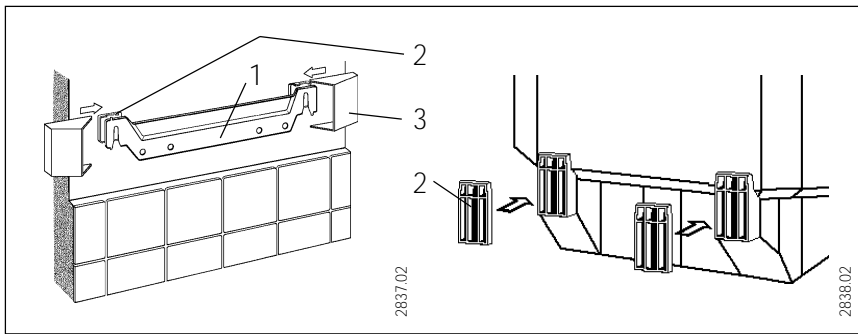

Abb. 5/Fig. 5/Afb. 5
- Aufhängeleiste montieren (Abb. 5, Pos. 1). Montageschablone verwenden. Befestigungsmaterial nach Festigkeit der Wand auswählen. Wandunebenheiten durch beiliegende Distanzstücke (5 mm dick, Abb. 5, Pos. 2) ausgleichen.
- Abdeckkappen auf die Aufhängeleisten schieben (Abb. 5, Pos. 3).
Compensate for uneven walls using the spacers provided (5 mm thick, Fig. 5, no. 2).
- Slide the protective caps onto the wall supports (see Fig. 5, no. 3).
- Compenser les irrégularités du mur au moyen des cales d'écartement jointes (épaisseur 5 mm, fig. 5, rep. 2).
- Placer les caches sur les profilés d'accrochages (fig. 5, rep. 3).